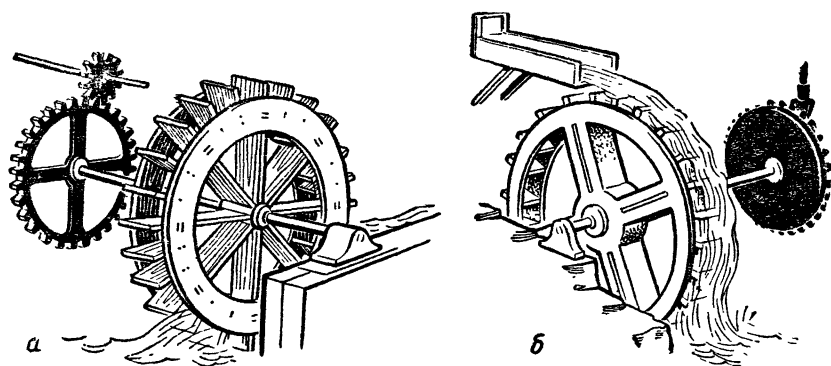

Рис. 167. Водяные колеса:
1. Нижнебойное. Его устанавливают в свободном потоке. Напор текущей воды действует на лопажки колеса и приводит его во вращение (рис. 167, *а*).
2. Верхнебойное, которое вращается под действием веса воды, падающей на лопажки сверху (рис. 167, *б*).